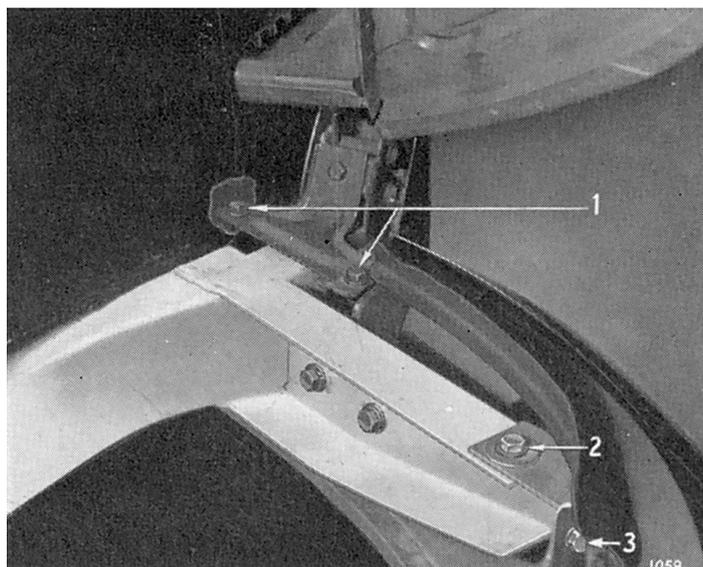

Fig. 17. Fixations de jupe avant (Spitfire 4 et Mk. 2)
Retirer les pare-chocs avant complets avec les supports de montage (voir page 5-510). Retirer les boulons (1), (2) et (3) (Fig. 17) de chaque côté du radiateur.